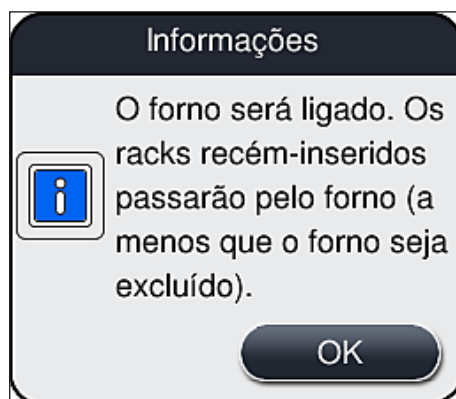

Fig. 35
3. Aplique a ativação pressionando o botão **Salvar** (→ Fig. 33-5) e observe a mensagem de informações subsequente (→ Fig. 35) e confirme com **OK**.